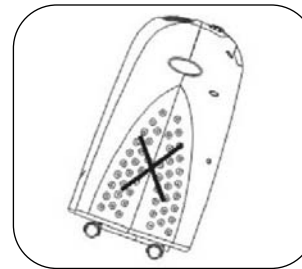

FIG.1
- LA UNIDAD DEBE USARSE SÓLO EN POSICIÓN VERTICAL SOBRE UNA SUPERFICIE HORIZONTAL LISA Y SEPARADA POR LOS MENOS 20"/50cm DE OTROS OBJETOS (Fig. 1 a 4).